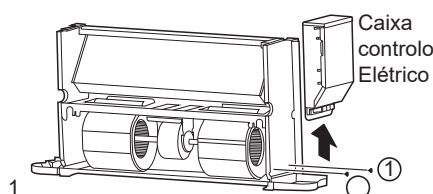

Figura 4-7 Extração caixa de controlo elétrico
- Tal como mostrado na Figura 4-7, retire os parafusos ① * 2 para retirar a caixa de controlo elétrico.